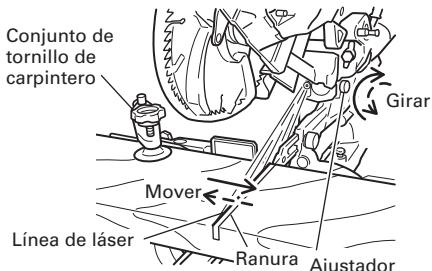

Fig. 22
(1) Encienda el marcador láser y efectúe una ranura de aproximadamente $3/16"$ (5mm) de profundidad en una pieza de trabajo de unos $25/32"$ (20mm) de alto y $5-29/32"$ (150mm) de ancho. Sostenga la pieza de trabajo ranurada mediante el tornillo de carpintero tal como está, y no la mueva. Para el trabajo de ranurado, refiérase a "11. Procedimientos de corte de ranuras" en la página 83.
(2) Luego, gire el ajustador y desplace la línea de láser. (Si gira el ajustador en el sentido de las agujas del reloj, la línea de láser se desplazará hacia la derecha y si lo gira en sentido contrario a las agujas del reloj, se desplazará hacia la izquierda.) Cuando trabaja con la línea de tinta alineada con el lado izquierdo de la hoja de sierra, alinee la línea de láser con el extremo izquierdo de la ranura. (Fig. 22) Cuando la alinee con el lado derecho de la hoja de sierra, alinee la línea de láser con el lado derecho de la ranura.
(3) Tras ajustar la posición de la línea de láser, trace sobre la pieza de trabajo una línea de tinta en ángulo recto y alinee la línea de tinta con la línea de láser. Cuando alinee la línea de tinta, deslice gradualmente la pieza de trabajo y asegúrela con el tornillo de carpintero en la posición en que la línea de láser coincida con la línea de tinta.